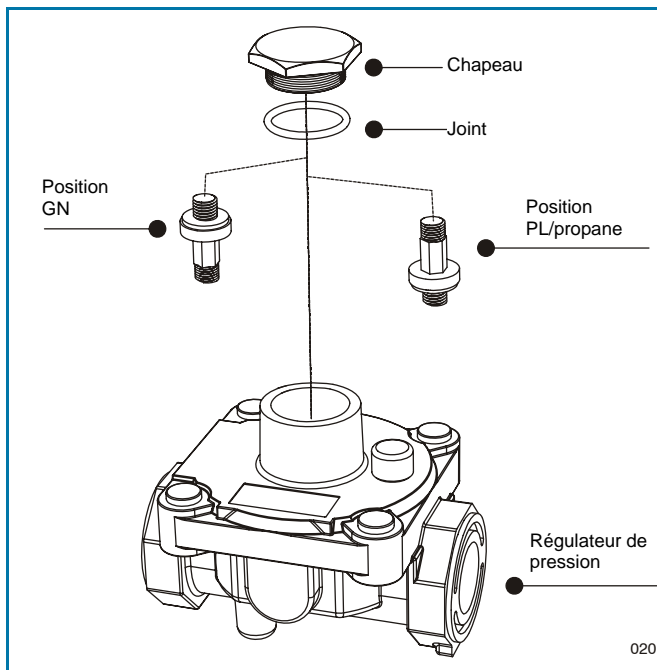

Figure 19. Régulateur de pression
Coupez le courant au disjoncteur général ou à la boîte de fusibles, coupez l'arrivée de gaz à la table de cuisson en fermant le robinet de fermeture. Réglez le régulateur de pression en suivant les instructions suivantes (voir figure 19):
2. **Inversez le couvercle selon le régulateur de pression** en suivant les étapes décrites page \_\_\_\_ en regardant soigneusement l'attache de ressort pour situer la position GN (voir figure 19).